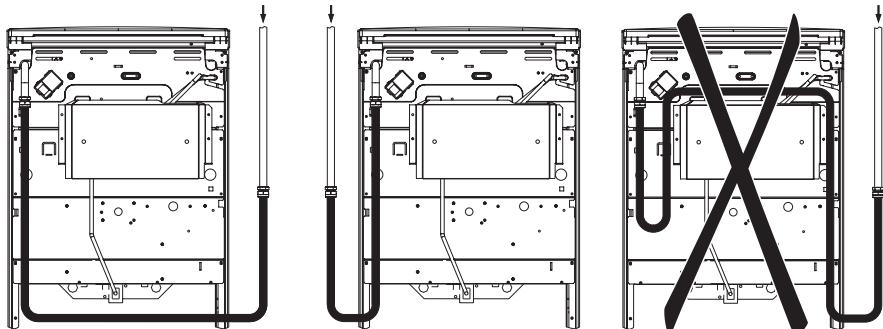

рис. 5
**!** После установки плиты на место обязательно проверьте положение гибкого шланга подвода газа и шнура питания (рис. 5). Они не должны проходить над дымоходом и касаться задней стенки плиты. Во время работы духовки там возникает высокая температура, которая может их повредить.